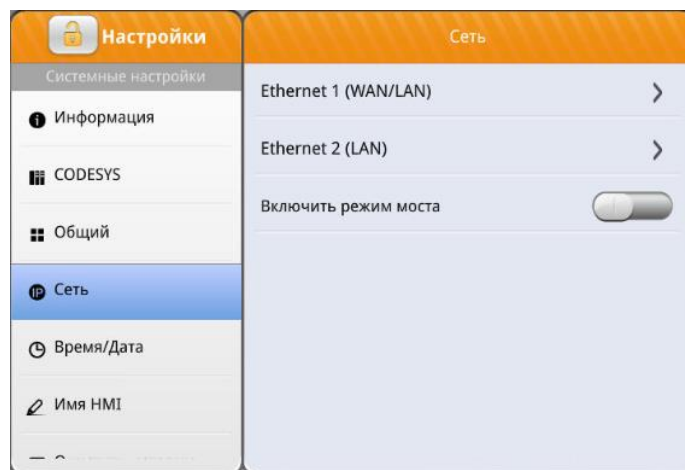

Рисунок 4.15 – Окно «Сеть»
8. Перейти на вкладку «Сеть» (рисунок 4.15).